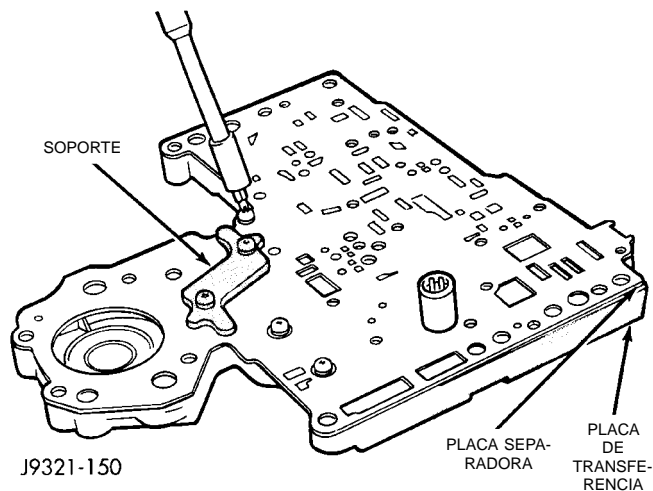

Fig. 79 Placa de soporte
- (3) Alinee y posicione la placa separadora de la caja superior en la placa de transferencia (Fig. 79).
- (4) Instale la placa de soporte (Fig. 79). Apriete los tornillos de fijación del soporte con una torsión de 4 N·m (35 lbs. pulg.).